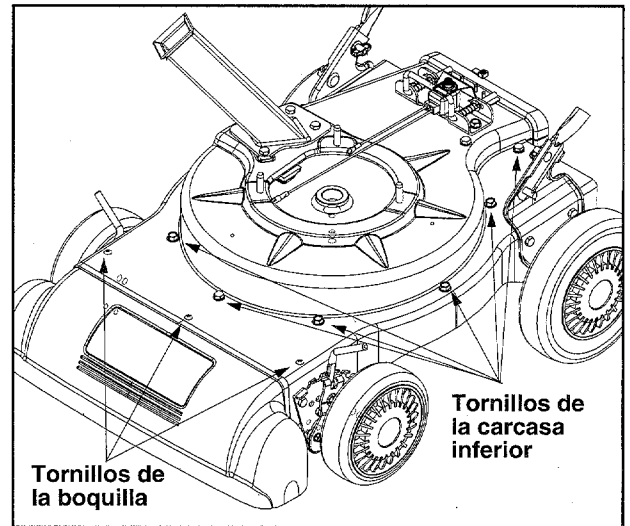

Figura 16
- Quitar los tres tornillos en la carcasa superior que sujetan la cubierta de la boquilla y los nueve tornillos que sujetan la carcasa inferior a la superior. Ver la figura 16.